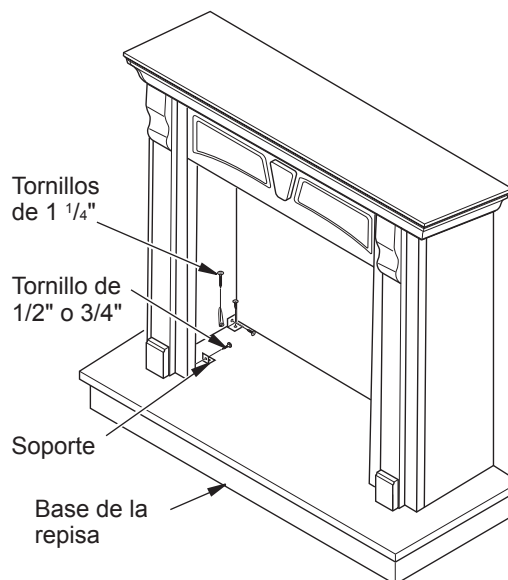

Figura 9 - Fijación del ensamble de la repisa para chimenea a la base de la repisa
5. Coloque el ensamble de la repisa sobre la base de la repisa y céntrala de izquierda a derecha, con la parte posterior alineada con la parte posterior de la base (consulte la figura 9).
- Coloque tornillos de 1 1/4" en los orificios angulares para fijar el ensamble de la repisa a la base. Por medio de los soportes y los tornillos de 1/2" ó 3/4" del juego de piezas de ferretería para soporte, fije las ménsulas de soporte a la base y la repisa, a razón de una en cada esquina posterior de los tramos laterales y una en cada una de sus partes delanteras (consulte la figura 9, en la página 3).